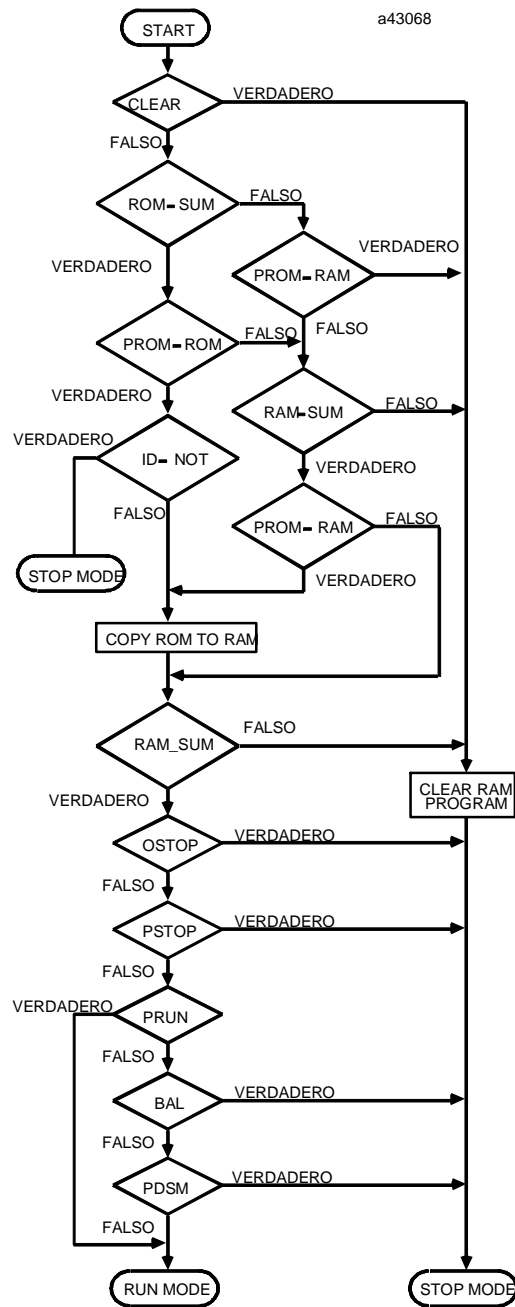

Figura 2-5. Secuencia de aplicación de energía
7. En el paso final de la ejecución, el modo del primer barrido se determina basándose en la configuración de la CPU. Si es el modo **RUN** (ejecutar), el barrido procede como se describe en "Transición de modo STOP-a-RUN". La figura 2.5 de la página siguiente muestra la secuencia de decisión para la CPU cuando ésta decide si copiar de la PROM o conectar la energía en modo **STOP** o **RUN**.